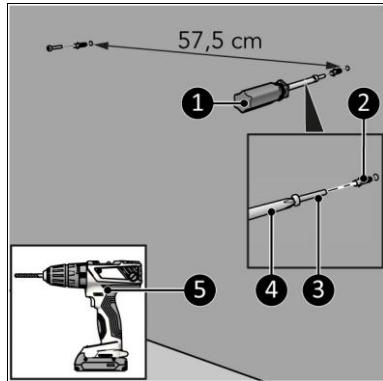

Figura 7
5. Introduceți mufele (Figura 7, poz. 2) și șuruburile (Figura 7, poz. 3).
6. Înșurubați-le până la 10 mm față de perete cu o șurubelnită cu cap în cruce (Figura 7, poz. 1).
9. Verificați dacă încălzitorul este bine strâns. Dacă este necesar, strângeți șuruburile (Figura 7, poz. 2) mai adânc în perete.